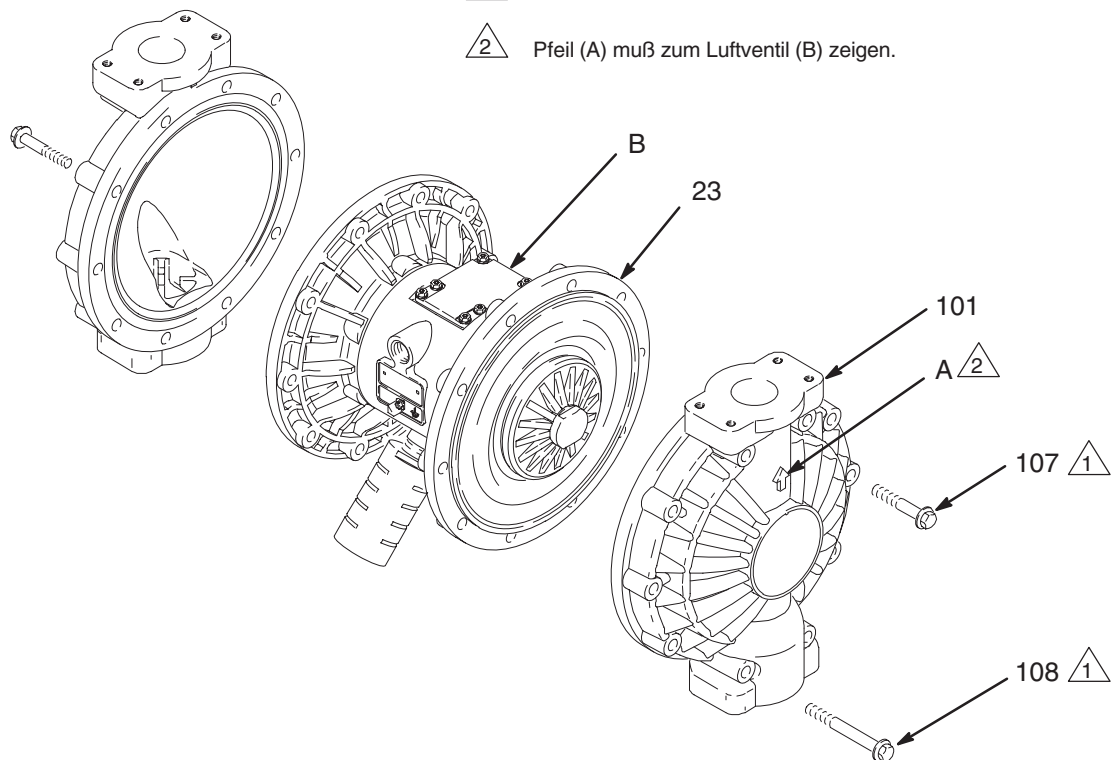

Abb. 12
3. Mit einem 13 mm-Steckschlüssel die Schrauben (107 und 108) lösen, mit denen die Deckel (101) an den Luftdeckel (23) befestigt sind. Die Deckel (101) von der Pumpe abnehmen. Siehe Abb. 12.
4. Mittelfestes (blaues) Loctite® oder ein ähnliches Mittel auf das Gewinde der flüssigkeitsseitigen Platten (105) auftragen. Eine der äußeren Platten mit einem Schraubenschlüssel halten und die äußere Platte mit einem Drehmoment von 27 bis 34 Nm bei max. 100 U/Min. anziehen. Nicht zu fest andrehen.
5. Die Materialdeckel (101) und das zentrale Gehäuse (1) so ausrichten, daß die Pfeile (A) auf den Deckeln in die gleiche Richtung zeigen wie das Luftventil (B). Die Deckel mit den Schrauben (107 und 108) fingerfest anziehen. Die längeren Schrauben (108) in die Öffnungen oben und unten an den Deckeln einschrauben. Siehe Abb. 12.
6. Zunächst die längeren Schrauben (108) mit einem 13 mm-Steckschlüssel entgegengesetzt und gleichmäßig auf 21–25 Nm anziehen. Dann die kürzeren Schrauben (107) mit dem selben Steckschlüssel auf das richtige Drehmoment anziehen.